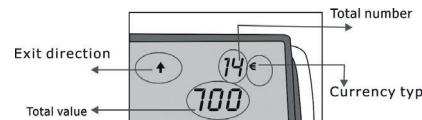

Fig.1
- Jeżeli sprawdzany banknot jest prawidłowy, wartość licznika rośnie o 1, a wartość całkowita rośnie o wartość wykrytego banknotu. Następnie banknot jest wysuwany w wybranym kierunku. Gdy całkowita liczba banknotów wynosi 999 gdy całkowita wartość wynosi 9999, licznik ponownie wskazuje 0 (rys. 1)